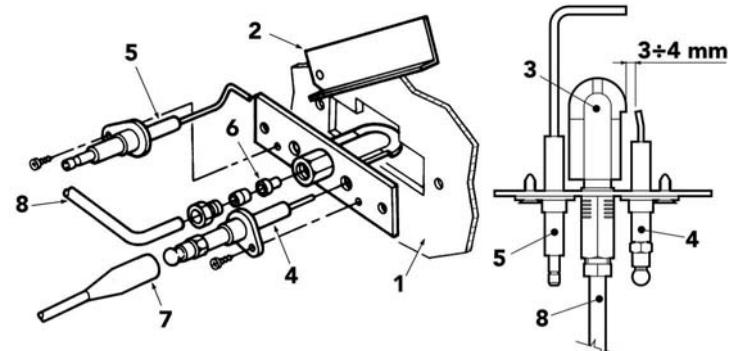

рис. 9 - Пилотная горелка
- Электроды не должны иметь нааки и быть правильно установленными (см. рис. 9).
После выполнения некоторых попыток розжига электронный блок управления вызывает блокировку котла.	С помощью сжатого воздуха чистите форсунки > пилотной горелки. Проверьте регулярность поступления газа в котел, и убедитесь что воздух был удален из труб. Проверьте правильность позиционирования электродов и отсутствие на них отложений (см. рис. 9). Убедитесь, что котел подключен к надежной системе заземления. Проверьте электрические соединения электродов розжига и ионизации.
Отсутствие искры между электродами при розжиге.	Проверьте правильность позиционирования электродов и отсутствие на них отложений (см. рис. 9). Неправильная настройка регулировочного термостата. Проверьте систему электропитания. Проверьте электрические соединения электродов розжига и ионизации. Проверьте соединения с электронным блоком контроля пламени. Проверьте, чтобы провода ФАЗЫ и НЕЙТРАЛИ не были перепутаны, и убедитесь в надежности контактов заземления. Проверьте давление газа на входе и наличие разомкнутых реле давления. Приведите предохранительный термостат в рабочее состояние. Приведите термостат дымовых газов в рабочее состояние. Убедитесь, что контакт комнатного термостата закрыт.